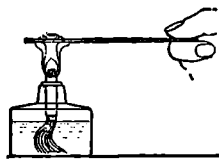

Рис. 7. Нагревание сахара на жестяной пластинке.
3) Нагрейте кусочек ленты магния, держа щипцами или зажав в расщепленную лучинку, несколько крупинок сахара, выданного преподавателем порошка, насыпав их на жестяную пластинку (рис. 7). Во всех случаях вы замечаете образование *новых веществ*.